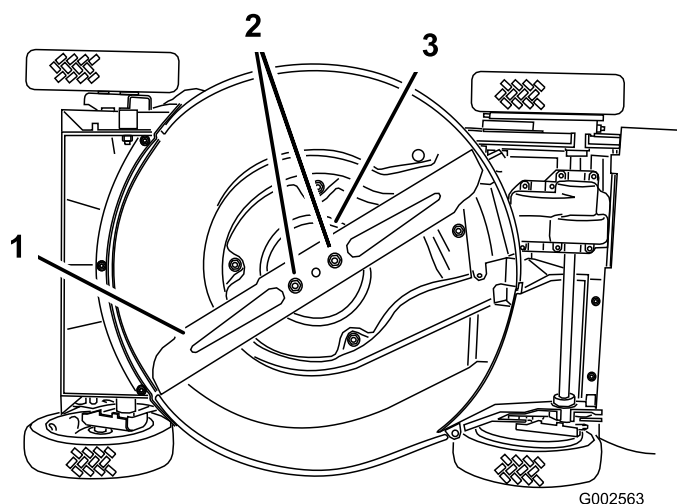

Figure 31
4. Basculez la tondeuse sur le côté **droit** (Figure 31).
Tenez la lame à son extrémité avec un chiffon ou un gant épais. Retirez les écrous de la lame, la coupelle de protection et la lame (Figure 31).
5. Retirez les 2 écrous de la lame, la coupelle de protection et la lame (Figure 31).